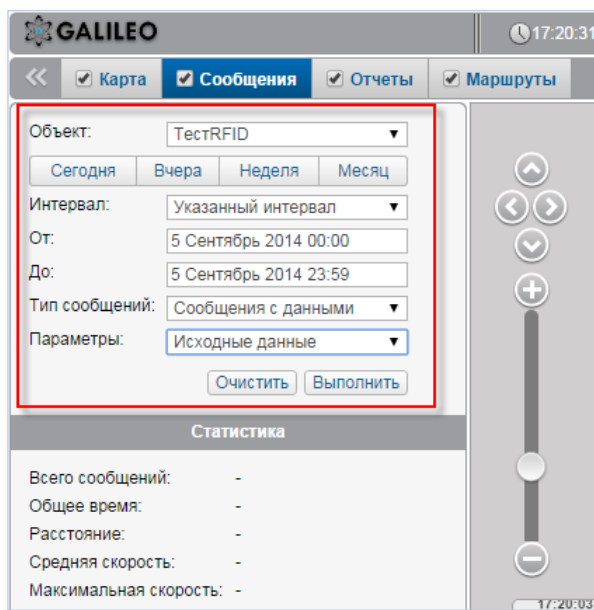

Рисунок 12. Вкладка «Сообщения» ПО мониторинга
- Нажмите кнопку «Выполнить» (Рис. 12).